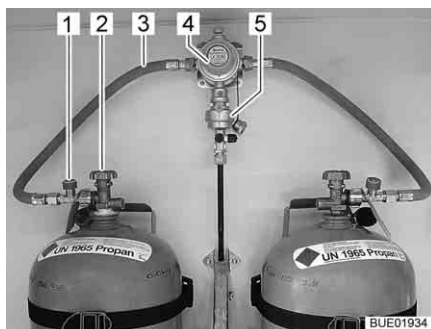
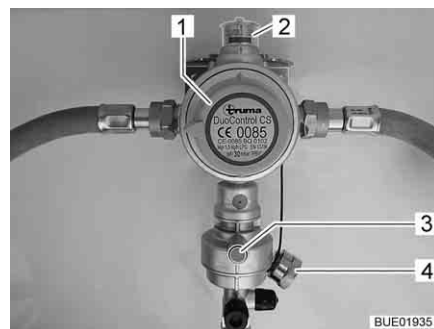
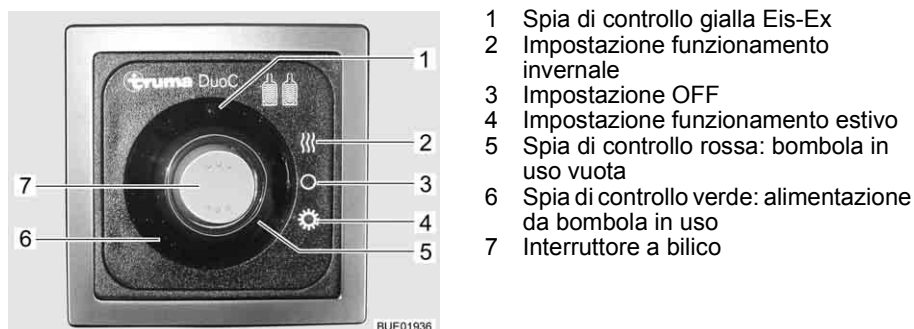

Fig. 126 Bombole del gas con DuoControl
Fig. 127 Impianto di regolazione DuoControl
Fig. 128 Centralina di controllo DuoControl
L'impianto di regolazione DuoControl consiste in una valvola di commutazione (Fig. 126,4) e un sensore crash (Fig. 126,5). L'impianto di regolazione DuoControl è installato tra i tubi flessibili del gas (Fig. 126,3) con un dispositivo antirottura del tubo flessibile (Fig. 126,1). Con la manopola (Fig. 127,1) sulla valvola di commutazione è possibile stabilire quale delle bombole del gas viene utilizzata come bombola in uso e quale come bombola di riserva.
Nella finestra di controllo (Fig. 127,2) viene visualizzato lo stato del rifornimento di gas:
Il funzionamento con una sola bombola del gas è consentito, ma in questi casi il collegamento aperto deve essere assolutamente chiuso con una copertura cieca (Fig. 127,4).
Sensore crash Il sensore crash blocca l'alimentazione del gas in caso di forti vibrazioni (es. incidente). Il sensore crash viene azionato mediante pressione del tasto reset verde (Fig. 127,3).
Dispositivo antirottura del tubo flessibile Il dispositivo antirottura del tubo flessibile (Fig. 126,1) blocca il flusso di gas quando il tubo flessibile collegato si rompe. Il dispositivo antirottura del tubo flessibile deve essere attivato premendo il tasto verde.
Centralina di controllo Tramite la centralina di controllo (Fig. 128) è possibile attivare e disattivare l'alimentazione del gas tramite l'impianto di regolazione DuoControl. Le valvole principali di arresto (Fig. 126,2) delle bombole del gas e i rubinetti di arresto del gas degli apparecchi devono essere aperti manualmente.
È possibile passare dal funzionamento estivo a quello invernale tramite l'interruttore a bilico (Fig. 128,7) della centralina di controllo.
Le due spie di controllo sulla centralina di controllo indicano il livello di riempimento della bombola in uso. Quando la spia di controllo verde (Fig. 128,6) è accesa, la bombola in uso è sufficientemente piena. Se è accesa la spia di controllo rossa (Fig. 128,5), la bombola in uso è vuota. Il rifornimento di gas avviene poi tramite la bombola di riserva.
- Con la manopola (Fig. 127,1) sulla valvola di commutazione selezionare la bombola del gas, da cui proviene la principale alimentazione del gas (bombola in uso). Girare la manopola fino all'arresto.
- Aprire le valvole principali di arresto (Fig. 126,2) delle bombole del gas.
- Premere il tasto verde del dispositivo antirottura del tubo flessibile (Fig. 126,1). Nella finestra di controllo (Fig. 127,2) viene visualizzato il simbolo verde.
- Sulla centralina di controllo (Fig. 128) attivare l'impianto di regolazione DuoControl. Posizionare l'interruttore a bilico (Fig. 128,7) su funzionamento invernale (Fig. 128,2) oppure su funzionamento estivo (Fig. 128,4). La spia di controllo gialla Eis-Ex (Fig. 128,1) si accende quando si seleziona il funzionamento invernale.
- Portare l'interruttore a bilico (Fig. 128,7) nella posizione OFF (Fig. 128,3). Le spie di controllo si spengono.
- Chiudere le valvole principali di arresto (Fig. 126,2) delle bombole del gas.
Se la spia di controllo verde (Fig. 128,6) si spegne durante il funzionamento e la spia di controllo rossa (Fig. 128,5) si accende, significa che la bombola in uso è vuota e deve essere sostituita. Nella finestra di controllo (Fig. 127,2) viene visualizzato il simbolo rosso. La bombola di riserva continua ad alimentare le utenze a gas.
- Ruotare di mezzo giro la manopola (Fig. 127,1) in direzione della bombola del gas utilizzata. In questo modo questa bombola del gas ora è la bombola in uso, mentre la bombola del gas vuota diventa la bombola di riserva. Il simbolo nella finestra di controllo (Fig. 127,2) passa da rosso a verde.
- Chiudere la valvola principale di arresto (Fig. 126,2) della bombola del gas vuota. Osservare la direzione della freccia.
- Premere il tasto verde del dispositivo antirottura del tubo flessibile (Fig. 126,1).